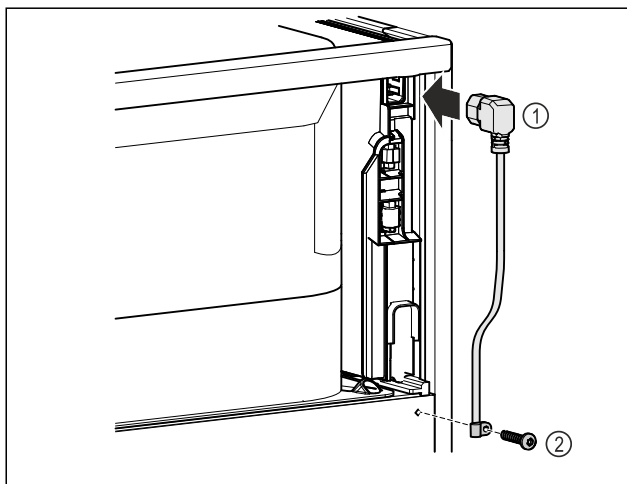

Fig. 7
- Au dos de l'appareil, brancher la prise pour appareil froid du câble d'alimentation Fig. 7 (1).
- Monter le serre-câble. Fig. 7 (2)